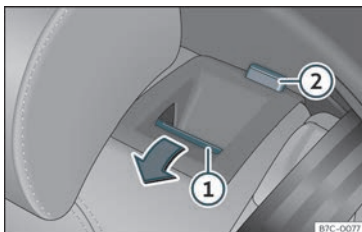

Fig. 102 Asento traseiro: abater o respaldo.
- Puxe da tecla de desbloqueio >>> fig. 102 ① cara adiante e, ao mesmo tempo, abata o respaldo. O respaldo traseiro está desbloqueado cando aparece unha marca vermella na tecla ②.